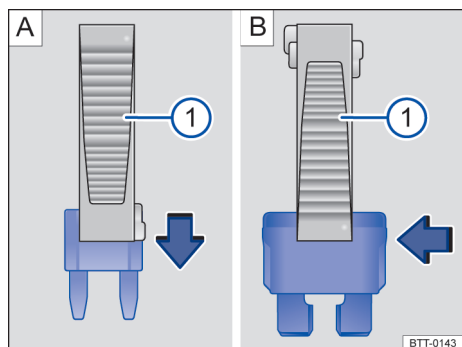

Fig. 160 Remover ou instalar um fusível usando a garra da pinça de plástico ①.
- Se necessário, tirar a pinça de plástico da cobertura da caixa de fusíveis → Fig. 160 ①.
- No caso de *fusíveis pequenos*, encaixar o clipe ① por cima → Fig. 160 [A].
- No caso de *fusíveis maiores*, posicionar o clipe ① lateralmente sobre o fusível → Fig. 160 [B].
- Caso o fusível esteja queimado, substituir o fusível por um novo da *mesma* intensidade (mesma cor e inscrição) e do *mesmo* tamanho → ①.